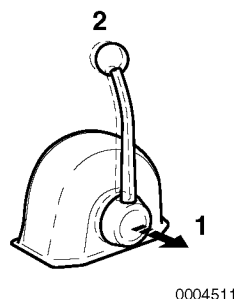

Figure 15
Wanneer de hendel wordt uitgetrokken (**Figure 15, (1)**), kan de snelheid worden geregeld zonder de keerkoppeling. De keerkoppeling blijft in NEUTRAAL, geen belasting positie. Draai de knop (**Figure 15, (2)**) tegen de klok in om de handgreep te verplaatsen of rechtsonder om het handvat te vergrendelen.